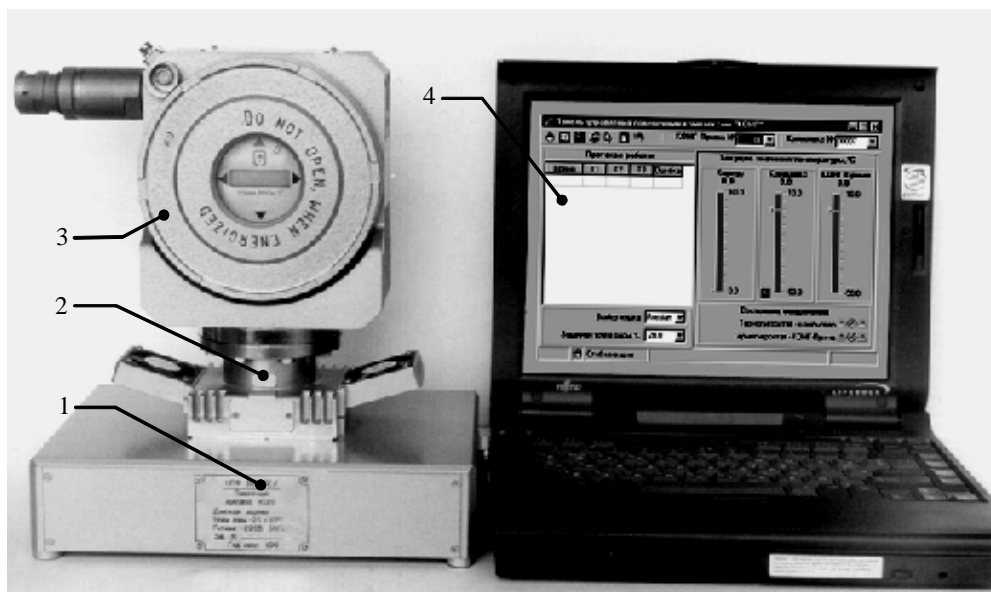

Рисунок 1 – Поверочный комплекс «КОНГ» совместно с преобразователем точки росы серии «КОНГ–Прима»
1.4.2 В состав поверочного комплекса входят (рисунок 1):
Термогигростат состоит из образцовой камеры (поз.2 рисунок 1), источника питания и согласующего электронного блока, собранных в одном корпусе. При установке преобразователя точки росы (поз.3) (без пробоотборного устройства) на образцовую камеру, между камерой и датчиком преобразователя создается замкнутый объем в котором требуемая точка росы достигается созданием гигротермодинамического равновесия между паровой и конденсированной фазами воды.